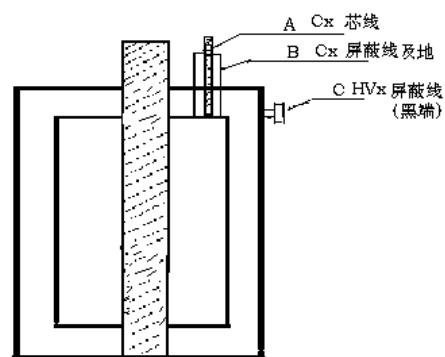

图15 介损油杯接法
B. 引线见图 15
D. (C) 接 HVx 屏蔽线 (黑端)
E. (A) 接 Cx 芯线